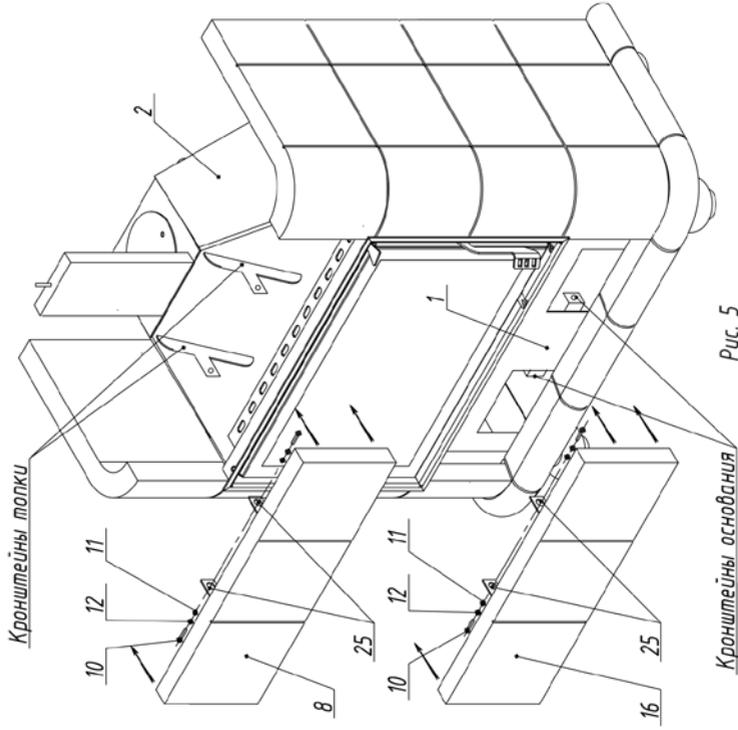

Рис. 5
7. Нижняя вставка 16 крепится кронштейнами 25 к кронштейнам основания 1 винтами 10, гайками 11, шайбами 12 (Рис. 5)